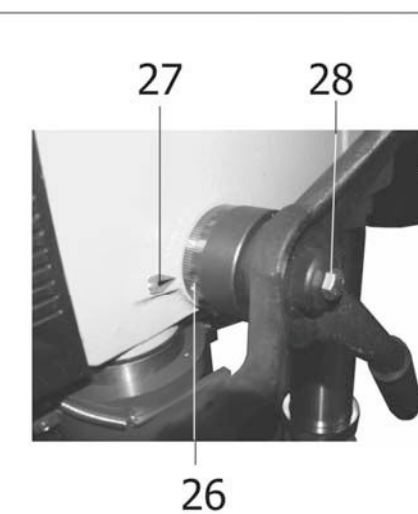

Рис.7
10.6. Контроль и регулировка глубины сверления «глухих» отверстий производится по шкале (26), Рис.7. Для этого необходимо ослабить болт (28), затем установить вращением кольца шкалы (26) необходимую глубину сверления глухого отверстия, сопоставив соответствующее деление шкалы (26) с указателем (27), Рис.7. После чего необходимо зафиксировать заданную настройку, затянув болт (28). При достижении заданной глубины сверления нулевая риска на шкале (26) совпадет с указателем (27), Рис.7.